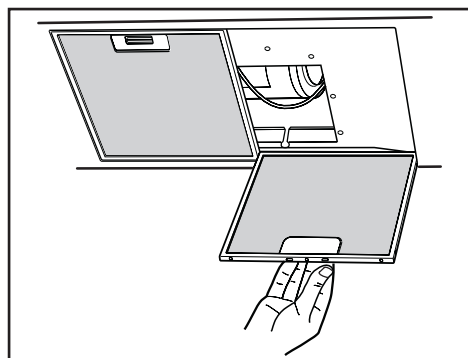

Fig.7
- La distance minimum entre la surface de support des récipients de cuisson sur le dispositif de cuisson et la partie la plus basse de la hotte pour cuisine doit être de 65 cm au moins. S'il doit être utilisé un tuyau de connection composé de deux ou plusieurs parties, la partie supérieure doit être à l'extérieur de celle inférieure. Ne pas relier le tuyau d'échappement de la hotte à un conduit dans lequel circule de l'air chaud ou employé pour évacuer les fumées des appareils alimentés par une énergie différente de celle électrique. En vue d'une manœuvrabilité de l'appareil plus facile, avant d'exécuter les opérations de montage, déconnecter le filtre/les filtres anti-graisse (Fig.7). S'il s'agit d'une hotte aspirante, il faudra prévoir une ouverture pour l'évacuation de l'air.